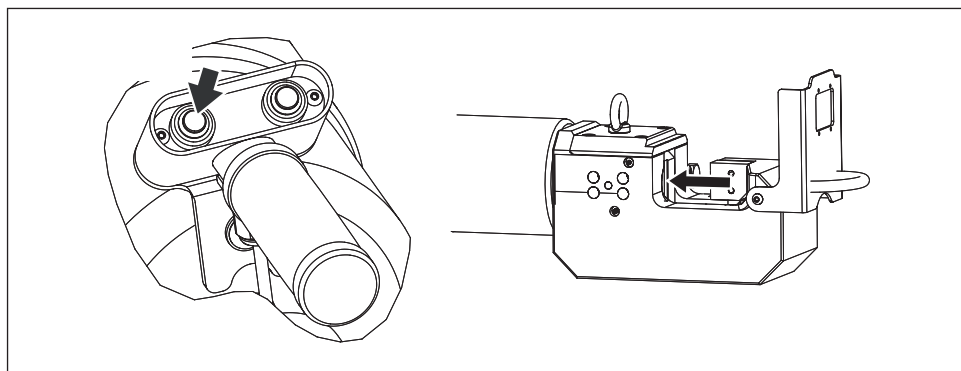

Figura 12, Operación – retracción
- Pulse y mantenga pulsado el botón de **retracción** para retraer el pistón y deslice la cuchilla móvil hacia atrás. Véase Figura 12.